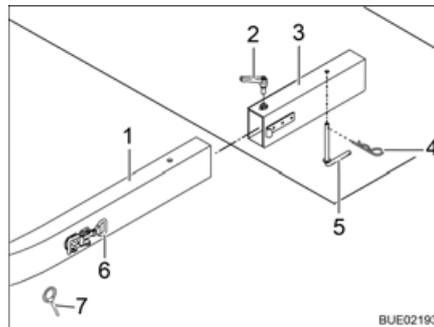

Fig. 6 Dispositivo de fijación en el vehículo
- Introducir ambos soportes longitudinales (Fig. 6,1) del soporte para cargas en los elementos de alojamiento (Fig. 6,3) en el vehículo.
- Desde abajo, hacer pasar el pasador de palanca (Fig. 6,5) a través de los agujeros en el soporte longitudinal y el elemento de alojamiento, y retenerlo con pasador elástico (Fig. 6,4).
- Cerrar el cierre acodado (Fig. 6,6) y retenerlo con la clavija hendida de retención (Fig. 6,7).
- Apretar la palanca de sujeción (Fig. 6,2).